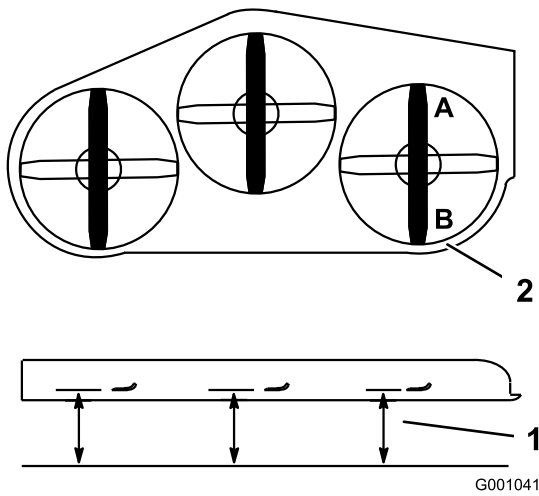

Figura 63
1. Coloque la cuchilla **derecha** en posición longitudinal (Figura 63).
2. Mida la cuchilla derecha en la posición **A** desde una superficie nivelada hasta el filo de corte del extremo de la cuchilla (Figura 63).
4. Mida la cuchilla derecha en la posición **B** desde una superficie nivelada hasta el filo de corte del extremo de la cuchilla (Figura 63).
6. La cuchilla del cortacésped debe estar entre 6 y 10 mm (1/4–3/8 pulg.) más baja en la posición **A** que en la posición **B** (Figura 63). Si no es correcta la distancia, continúe con los pasos siguientes.